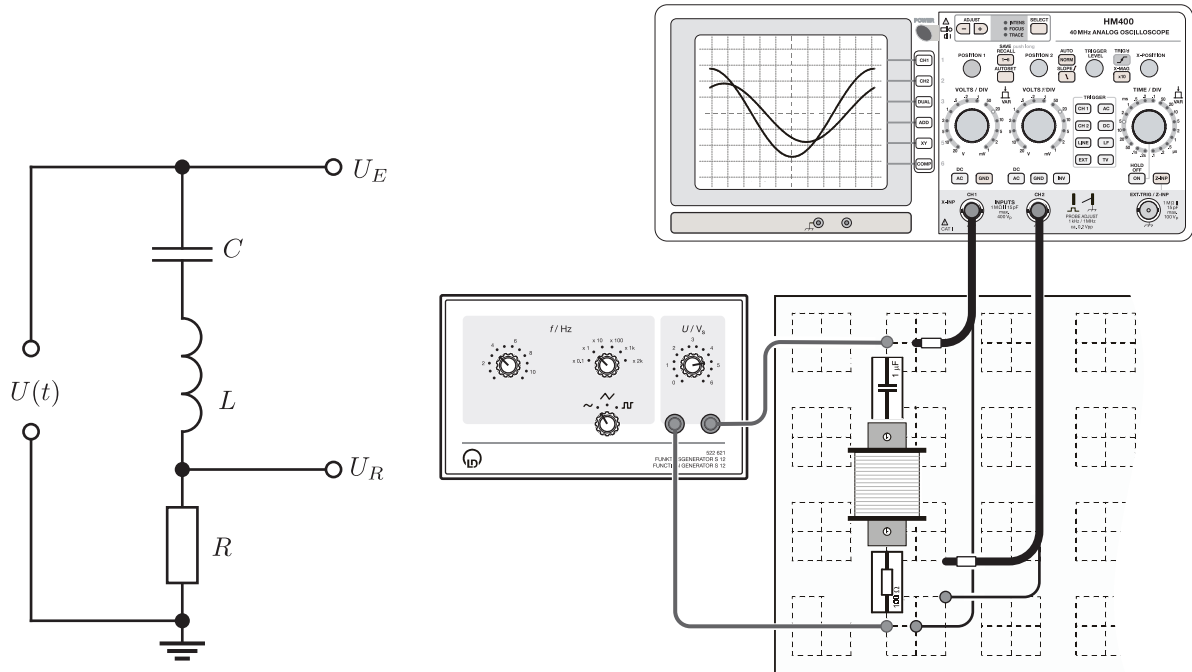

Рис. 1. Экспериментальная установка для изучения последовательного колебательного контура.
Для сдвига по фазе φ в контуре с последовательным соединением (см. рис. 1), применяется
- Соберите электрическую цепь согласно рис. 1. Используйте конденсатор $C = 1$ мкФ, катушку с $N = 500$ витков и резистор $R = 100$ Ом. **Внимание!** Важно использовать только указанный резистор, потому что из-за резонанса в катушке и конденсаторе могут возникнуть значительно более высокие напряжения, чем входное напряжение. Это возможно при последовательном соединении конденсатора и катушки индуктивности.
- Соберите электрическую цепь согласно рис. 1. Используйте конденсатор $C = 1$ мкФ, катушку с $N = 1000$ витков и резистор $R = 100$ Ом.
- Соберите электрическую цепь согласно рис. 1. Используйте конденсатор $C = 1 \text{ мкФ}$, катушку с $N = 1000$ витков и резистор $R = 100 \text{ Ом}$.